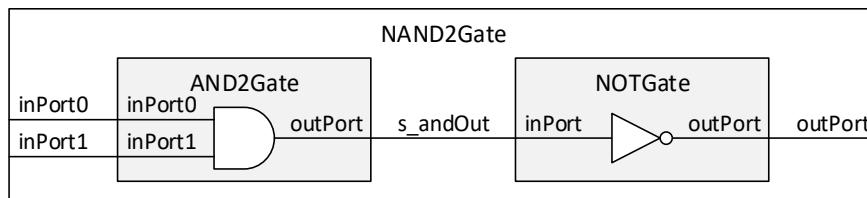

Figura 46 – Estrutura da porta lógica NAND de 2 entradas com indicação das ligações dos portos de entrada e de saída.
**18.** Crie um novo ficheiro VHDL, contendo o código correspondente a uma porta lógica NAND de 2 entradas, construída a partir das duas portas lógicas (AND e inversor) implementadas nos pontos anteriores, instanciadas e interligadas de acordo com a estrutura ilustrada na Figura 46 e o código da Figura 47.